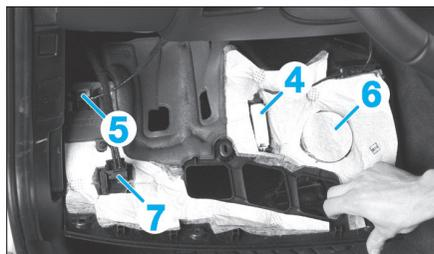

Fig. 13
- Débrancher les connecteurs (Fig.13) :
- de l'éclairer de plancher (4),
- de l'antenne Bluetooth (5) (selon niveau d'équipement),
- du haut-parleur du dispositif mains libres (6) (selon niveau d'équipement),
- du faisceau du contacteur d'embrayage (7) (avec boîte de vitesses automatique).